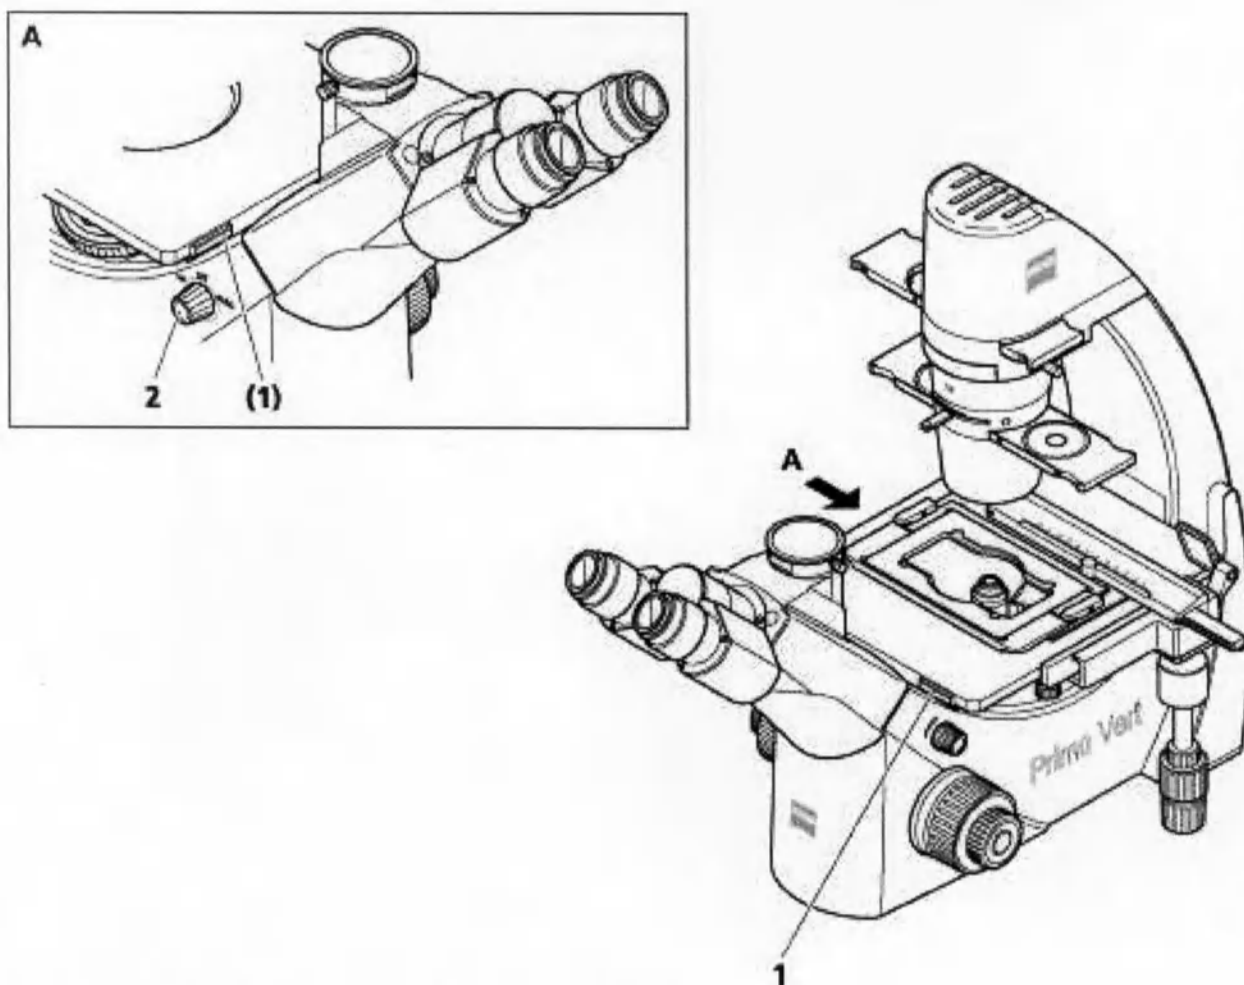

Рис. 11 Включение и выключение микроскопа
- Включите микроскоп поворотной ручкой (рис. 11/2) (позиция **ON** или позиция **AUTO**).
Оба выключателя Ein/Aus (Вкл./Выкл.) (рис. 11/1) на предметном столе для быстрого включения и выключения устройства освещения проходящим светом отключены. Освещение включено постоянно.
Выключатели Ein/Aus (Вкл./Выкл.) (рис. 11/1) для быстрого включения и выключения устройства освещения проходящим светом активны. С их помощью можно быстро выключить и снова включить освещение. После 15 минут рабочего времени освещение автоматически отключается и переходит в режим ожидания. При новом нажатии на один из двух выключателей Ein/Aus освещение снова включается. Если во время работы опять нажать на выключатель, отсчет 15 минут начинается сначала.
- По окончании работ выключите микроскоп поворотной ручкой (рис. 11/2) (позиция **OFF**).